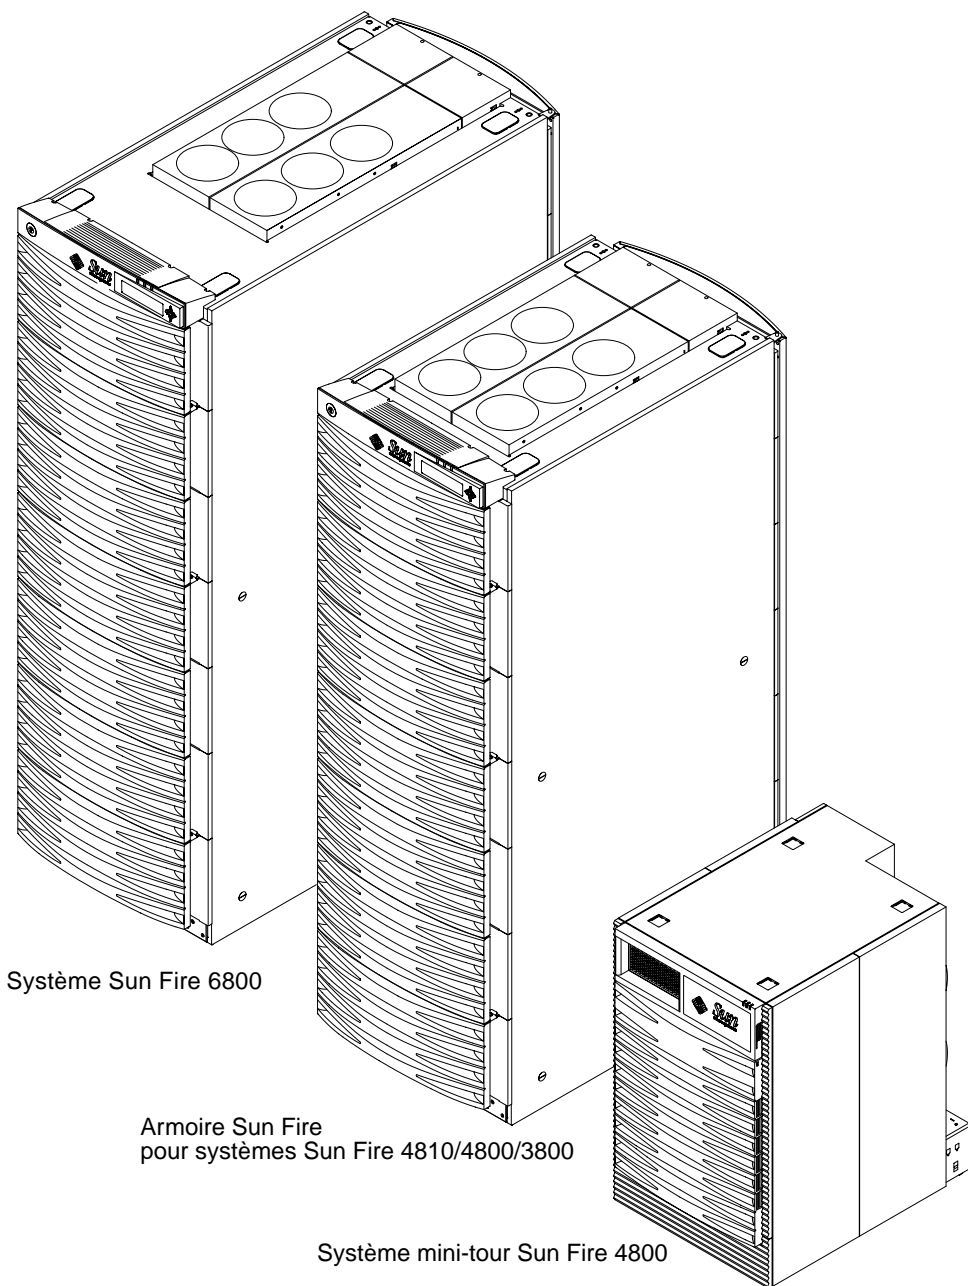

FIGURE 1-1 Systèmes et armoires Sun Fire.
- FIGURE 1-1 Systèmes et armoires Sun Fire. 2